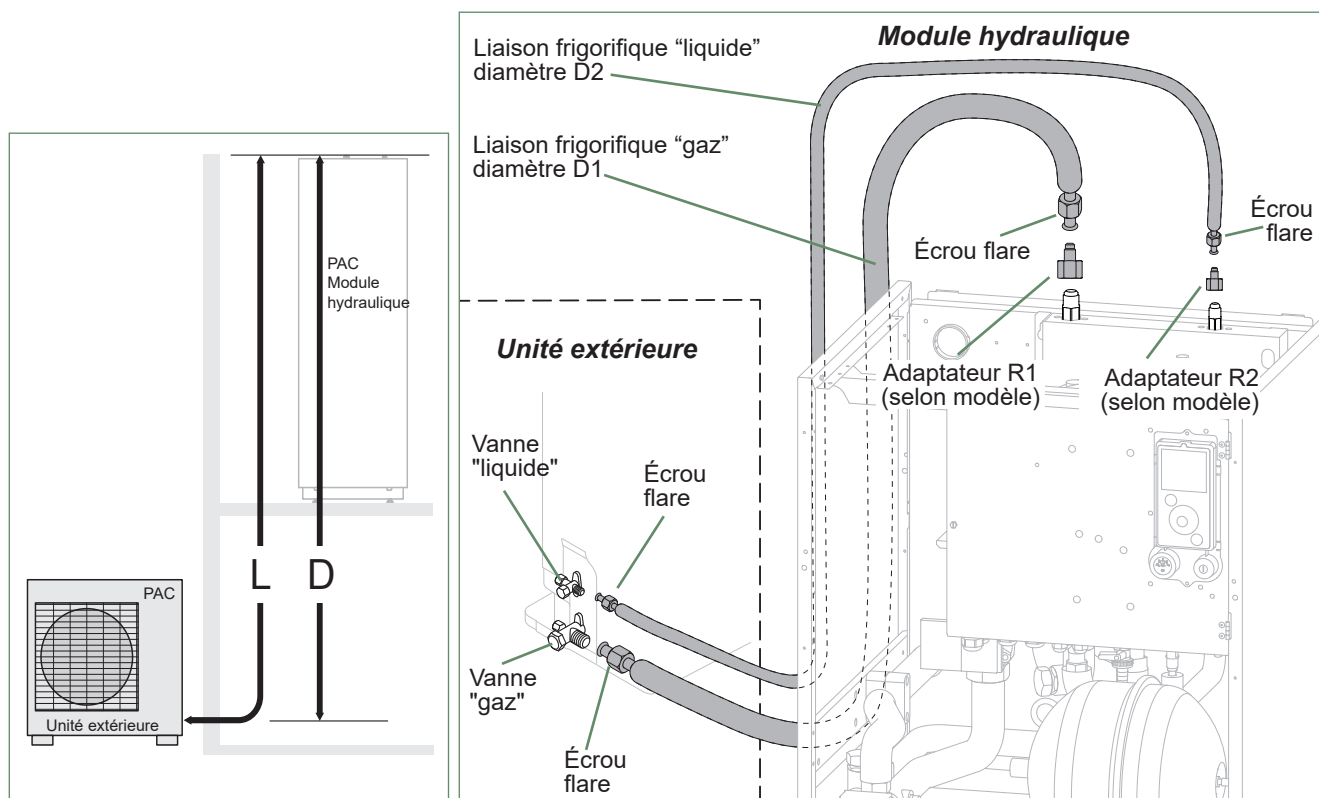

fig. 20 - Raccordement des liaisons frigorifiques (diamètres et longueurs permises)
- Suivant le cas, raccorder un adaptateur (réduction) 1/4"- 3/8" ou 1/2"- 5/8" (voir fig. 20).